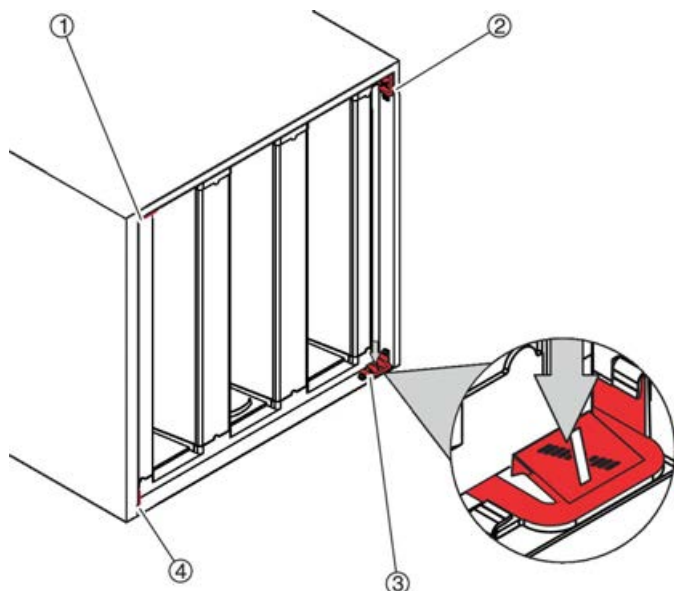

Abb. 19: Klemmen lösen
3. ▶ Die Klemmen ( Abb. 19 /1 bis 4) in den Ecken nacheinander niederdrücken.